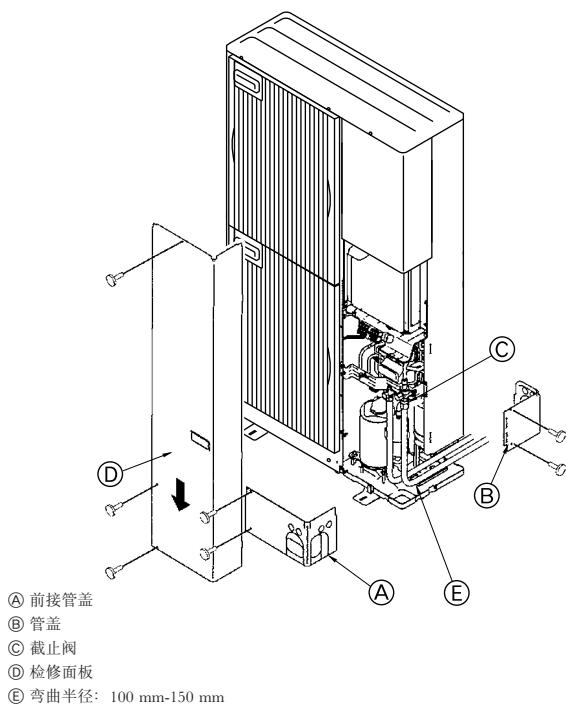

Fig. 5-6
5.6. 致冷剂管 (Fig. 5-6)
- 卸下检修面板①（三枚螺钉）、前接管盖②（两枚螺钉）以及后接管盖③（两枚螺钉）。